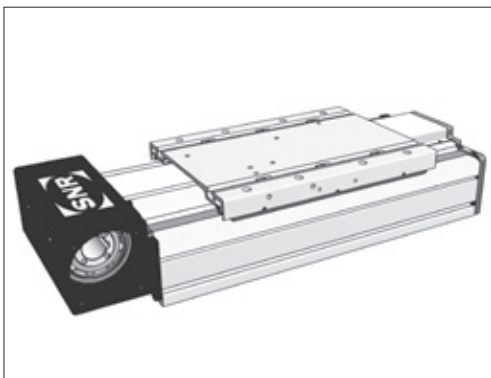

Bild 5.6 ____ AXDL mit Zahnriemenantrieb
- 3 Antriebsvarianten: Zahnriemen-, Spindel- oder Zahnriemen - Ω - Antrieb (Bild 5.6 bis 5.8)